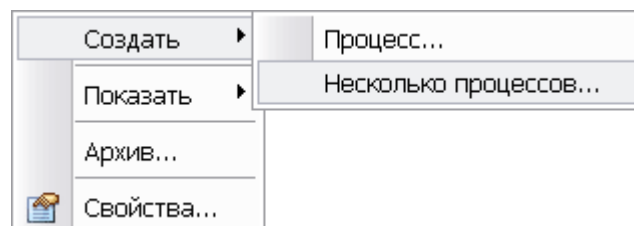

Рис. 32 Контекстное меню шаблона
1. Нажмите правой кнопкой мыши на название соответствующего шаблона и выберите из контекстного меню команды **Создать** → **Несколько процессов...**(Рис. 32).